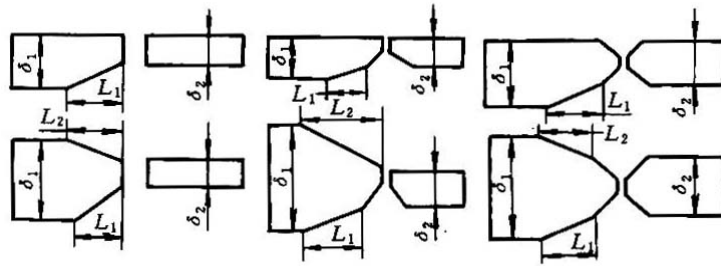

图 7
1) 不同厚度钢板对接时，如果两侧钢板厚度相差太大，则连接后由于连接处的截面变化较大，将会引起严重的应力集中。所以对于重要的焊接结构，如压力容器，应对厚板进行削薄。根据有关技术标准规定：当薄板厚度 $\leq 10\text{mm}$ ，两板厚度差超过 3mm 或当薄板厚度 $> 10\text{mm}$ ，两板厚度差大于薄板厚度的 30% 或超过 5mm 时，对厚板边缘应进行削薄，削薄的长度应大于或等于板厚差的 3 倍，见图 7。